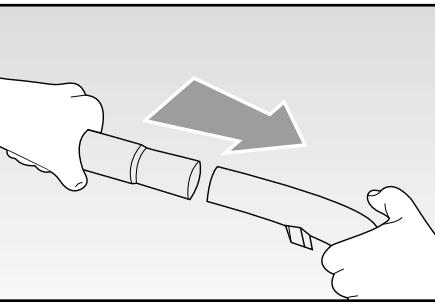

Fig. 4
- Inserire il tubo (O) sull'impugnatura (Fig. 4).